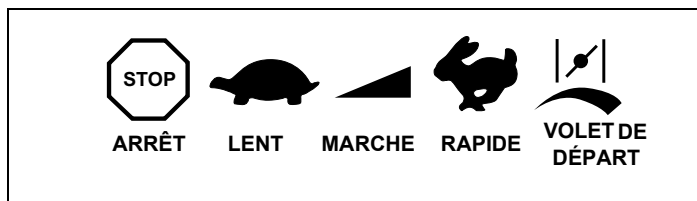

Figure 9. Commandes de moteur typiques
2. Déplacez la commande de vitesse du moteur à la position RAPIDE et réglez la commande du volet de départ à la position MAXIMUM (consultez les directives du fabricant de l'équipement). Voir les Figures 9, 10, 11 et 12.